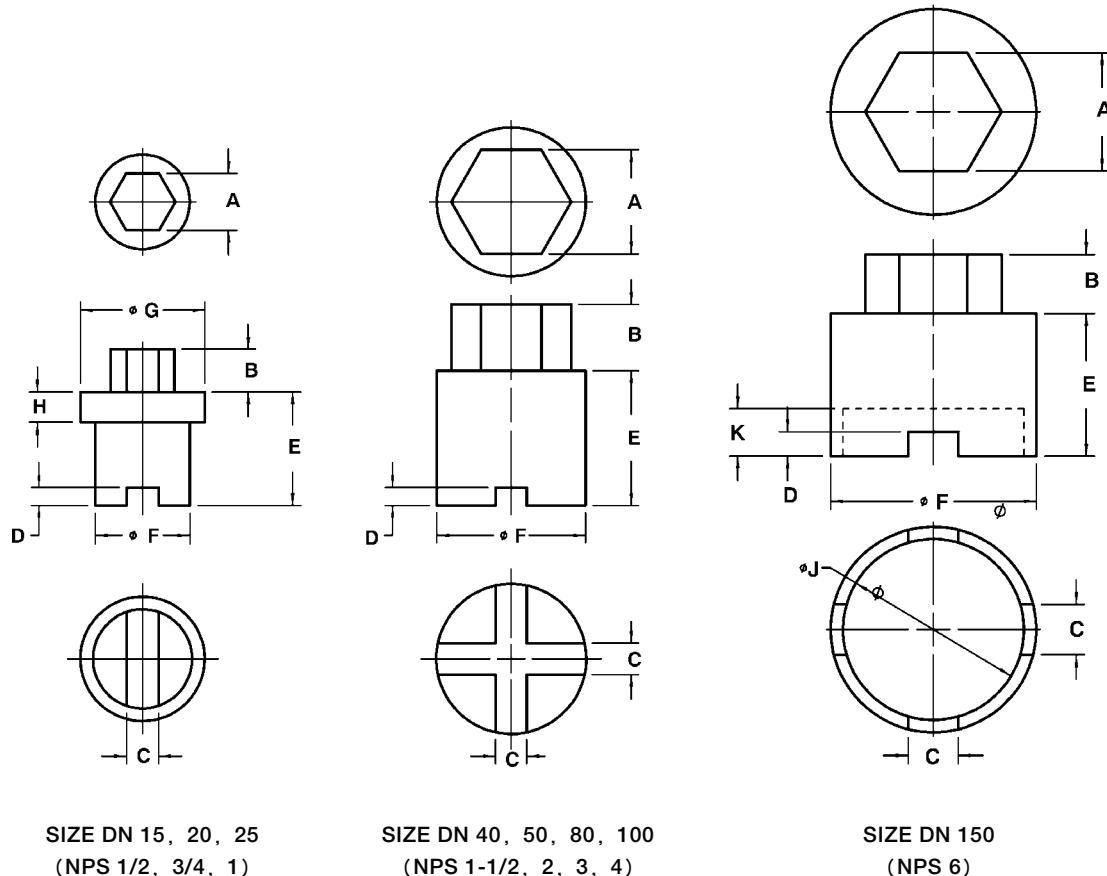

图4. 阀座环拆卸和安装工具
2. 用按照图 4 和表 5 的尺寸制造的阀座环拆卸工具，按下列步骤取出阀座环（件 2）：